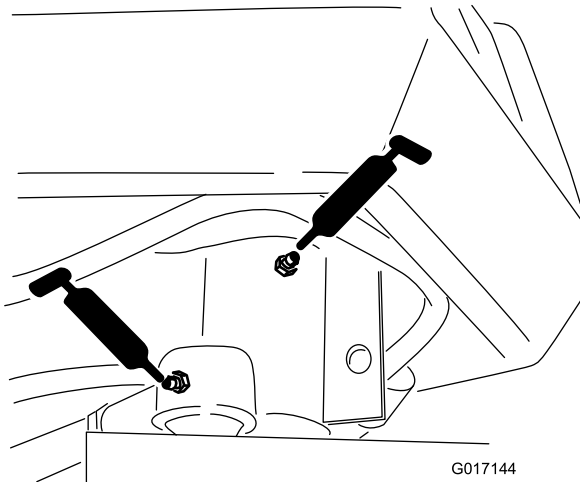

Figura 40
- Eixo da direcção (1) (Figura 40)
- Extremidade da haste do cilindro da direcção (Figura 40)